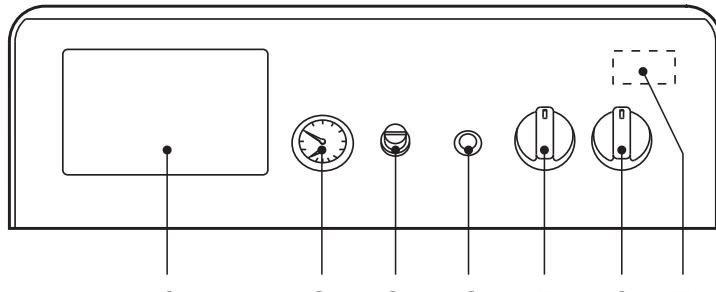
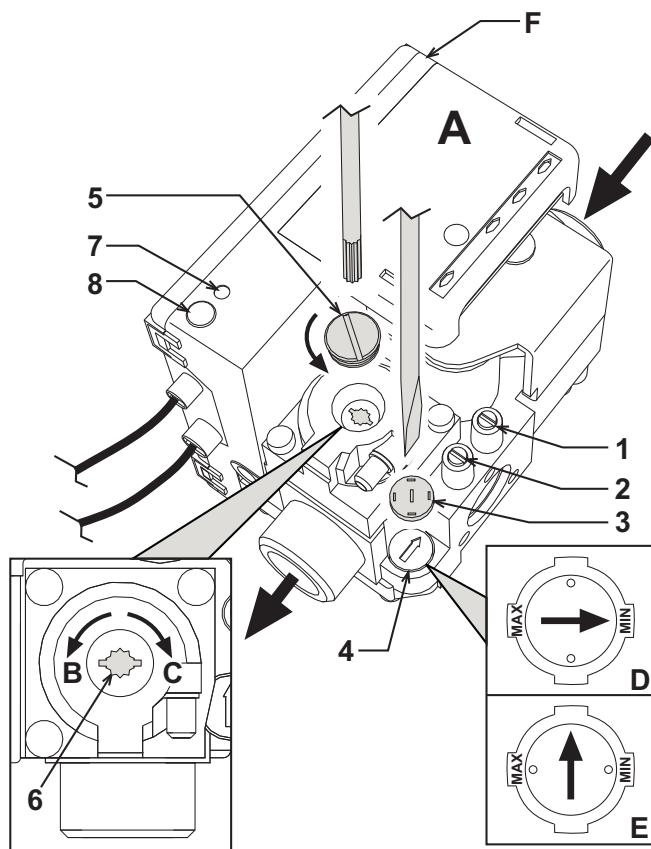

fig. 1 - Panel de mandos
fig. 3 - Regulación de la presión
- Poner el interruptor general "6" en la posición 1 (fig. 1).
- En caso de que la caldera esté equipada con una centralita electrónica termostática, montada en la posición 1 de fig. 1, el usuario deberá considerar también las instrucciones proporcionadas por el fabricante de la misma.
Si se gira el mando 5 de fig. 1 en el sentido de las agujas del reloj, la temperatura del agua de calefacción aumenta; en sentido contrario a las agujas del reloj, disminuye. La temperatura puede regularse entre 30 °C y 90 °C. Se aconseja no hacer funcionar la caldera a menos de 45 °C.
Mediante el termostato de ambiente, programar la temperatura que se desee tener en el interior de la vivienda. Controlada por el termostato de ambiente, la caldera se enciende y calienta el agua a la temperatura fijada con el termostato 5 de fig. 1. Cuando se alcanza la temperatura ambiente deseada, el generador se apaga.
La presión de carga con la instalación fría, leída en el hidrómetro de la caldera 2 de fig. 1, tiene que estar alrededor 1,0 bar. Si la presión de la instalación disminuye durante el funcionamiento (a causa de la evaporación de los gases disueltos en el agua) por debajo del valor citado, el usuario ha de restablecer el valor inicial mediante la llave de llenado. Al finalizar la operación, cerrar siempre la llave de llenado.
Conectar un manómetro a la toma de presión 2 (fig. 3), situada después de la válvula del gas, y poner el mando del termostato de la caldera (5 - fig. 1) en el valor máximo.
Tras quitar el tapón de protección 5 (fig. 3), regular la presión del gas en el quemador mediante el tornillo 6 según el valor deseado (véase la tabla de datos técnicos y los diagramas de variación de potencia en el cap. 5).
- Quitar de la válvula del gas el pequeño capuchón de protección (3 fig. 3). Con un pequeño destornillador, regular el STEP de encendido para el gas deseado (**G20-G25** posición Dfig. 3 o **G30-G31** posición E fig. 3) y colocar nuevamente el capuchón.